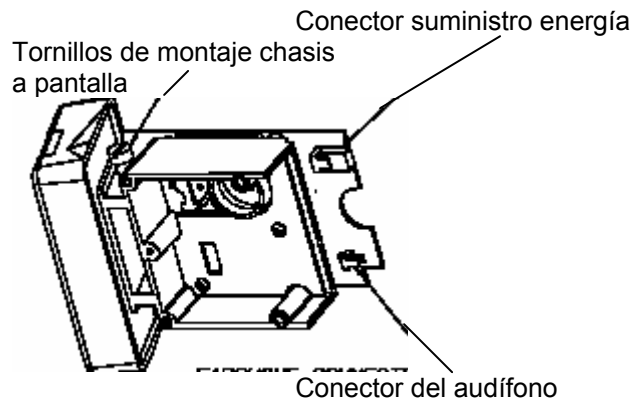

Figura 3-4. Localización de Tornillos de Montaje y Conector de Alimentación Eléctrica
10. Remueva los dos tornillos que sostienen el desplegado al chasis, Figura 3-4, remueva los cuatro tornillos que sostienen el módulo del desplegado a la pieza de la cara frontal.